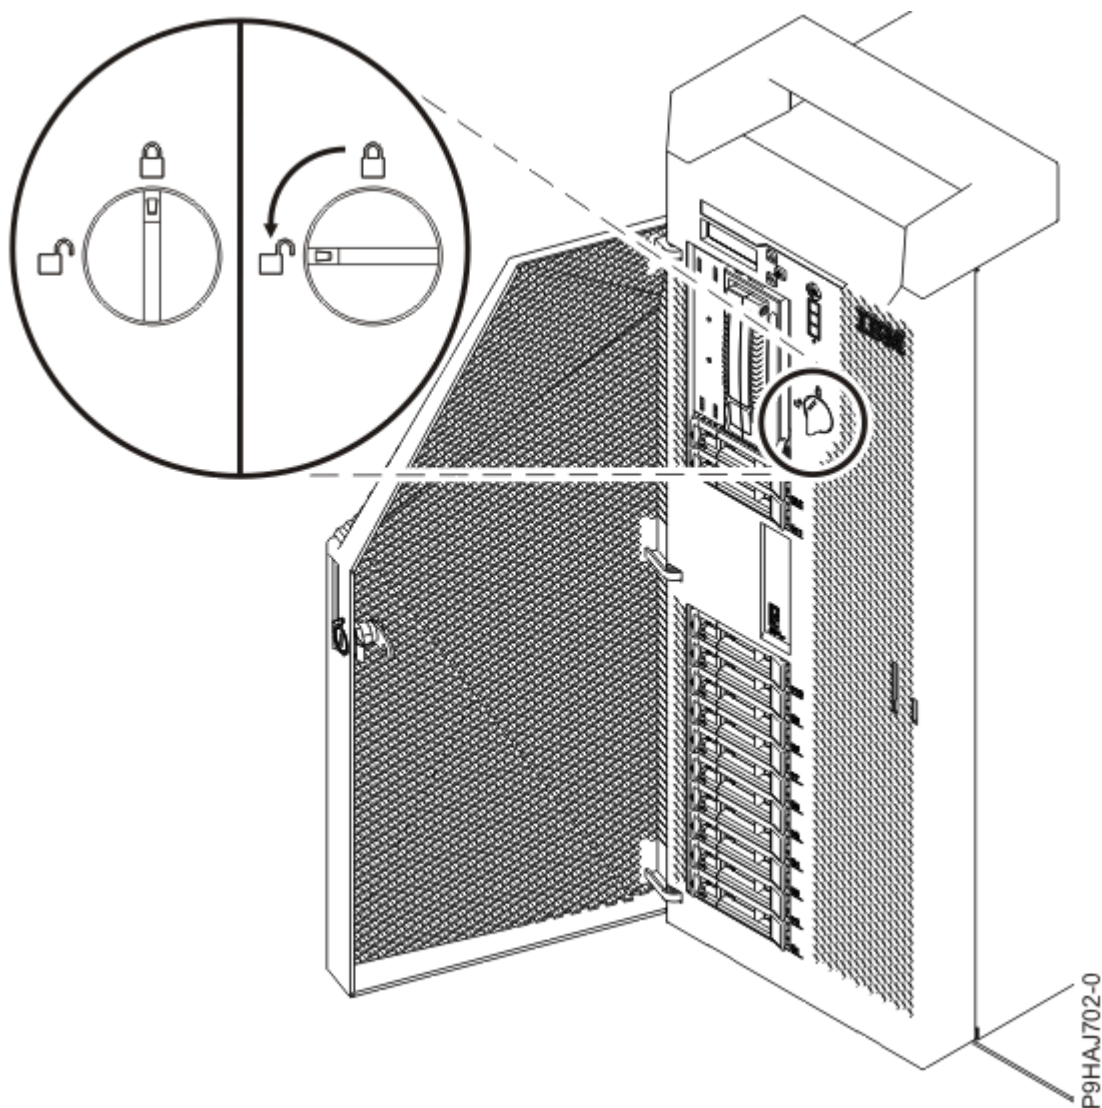

Figure 54. Ouverture du loquet de couvercle avant
- c) Tournez le loquet du couvercle vers la gauche (dans le sens contraire des aiguilles d'une montre) afin de déverrouiller le loquet, comme illustré dans la Figure 54, à la page 59.